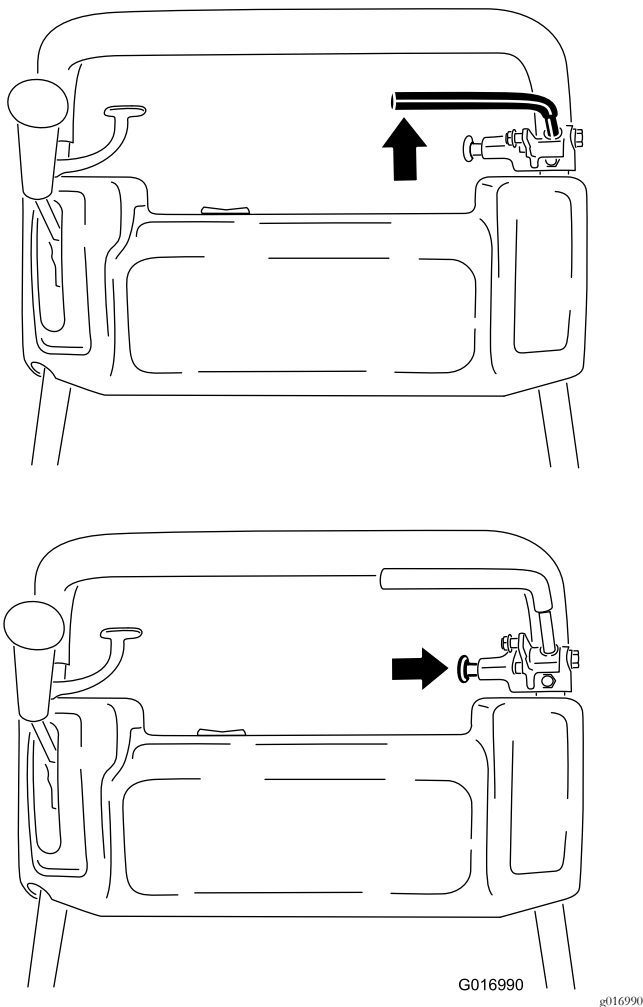

Рисунок 31
1. Включите рабочий тормоз, нажмите на головку стояночного тормоза и дайте рабочему тормозу опереться на палец стояночного тормоза (Рисунок 31).